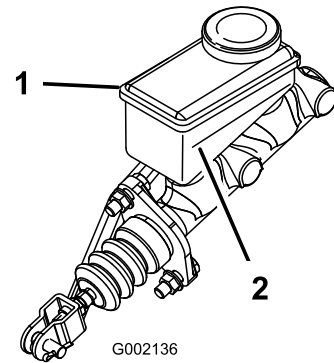

Figure 51
3. Observez le repère de niveau sur le côté du réservoir (Figure 51).
- B. Versez du liquide de frein DOT 3 dans le réservoir jusqu'à ce que le niveau dépasse le repère minimum (Figure 51).